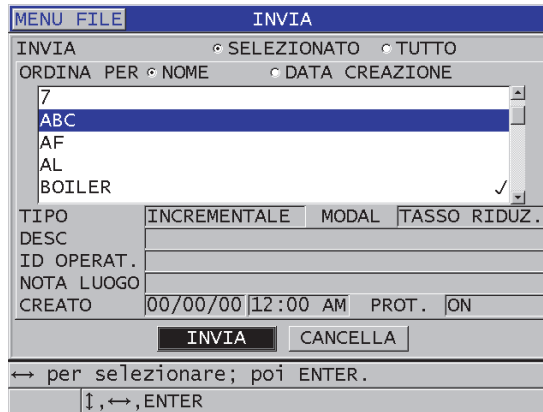

Figura 14-6 Selezione di un file da trasferire
4. Nella schermata **INVIA** (vedi Figura 14-6 a pagina 287):